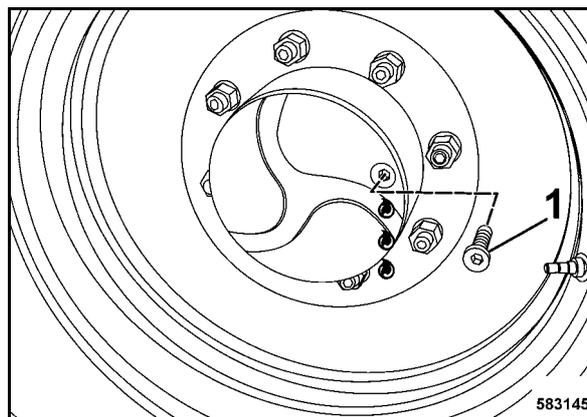

Рис. 171
- Передвинуть ведущее колесо так, чтобы заглушка (Рис. 171) находилась горизонтально относительно корпуса.